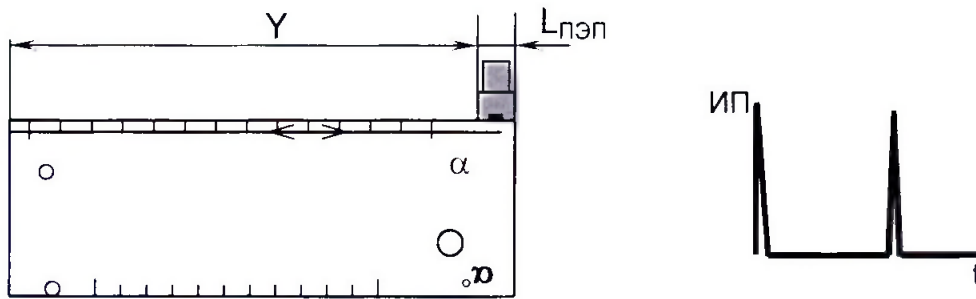

Рисунок 8.10
- б) установить ПЭП на поверхность образца №2 и выявить нижний двугранный угол. Перемещая ПЭП в небольших пределах по поверхности образца, добиться максимальной амплитуды эхо-сигнала от данного отражателя (см. рисунок 8.10);
- б) установить ПЭП на поверхность образца №2 так, чтобы задняя грань ПЭП располагалась у правой боковой поверхности образца (рисунок 8.10). При этом на поверхности образца в пределах расстояния Y контактирующая жидкость должна отсутствовать;